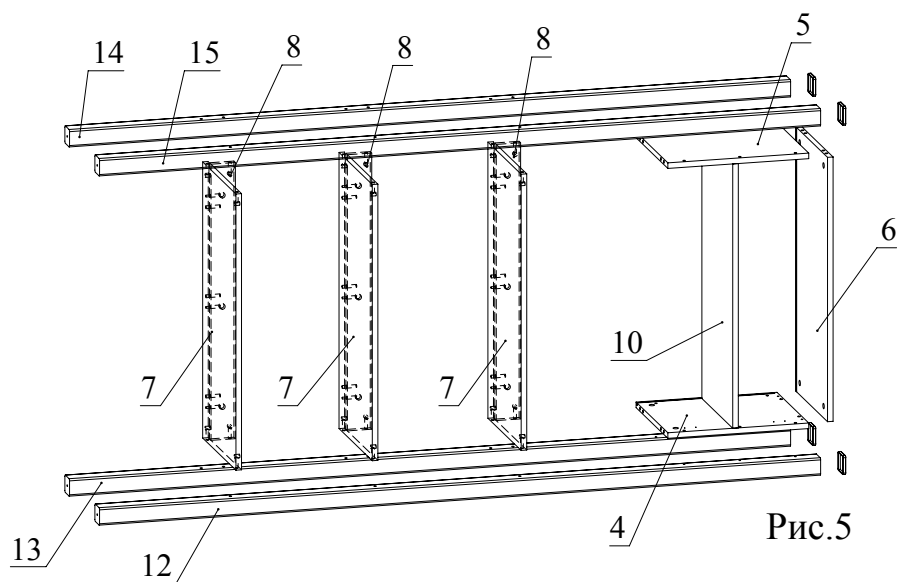

Рис.5
4. С помощью конфирматов 7x50 прикрепить деталь 4 к деталям 12, 13; деталь 5 к деталям 14, 15 согласно схемы (Рис. 5). Установить деталь 10 между деталями 4 и 5 и зафиксировать, повернув конфирматным ключом головки минификсов по часовой стрелке до упора (Рис. 5). Установить деталь 6 на детали 4 и 5 и зафиксировать, повернув конфирматным ключом головки минификсов по часовой стрелке до упора (Рис. 5). Вставить поперечные болты в соответствующие плоскостные отверстия деталей 7, 8. Стянуть при помощи винтов М6x90 детали 7, 8 с деталями 12, 13, 14, 15 (Рис. 5). Установить накладки для профиль-ножек на детали 12, 13, 14, 15 (Рис. 5).